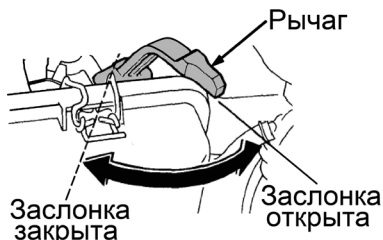

Рис. 12 Рычаг управления воздушной заслонкой
2. Закройте воздушную заслонку карбюратора. Для этого переведите рычаг управления воздушной заслонкой в крайнее левое положение (Рис. 12).
- Закройте воздушную заслонку карбюратора. Для этого переведите рычаг управления воздушной заслонкой в крайнее левое положение (Рис. 12).